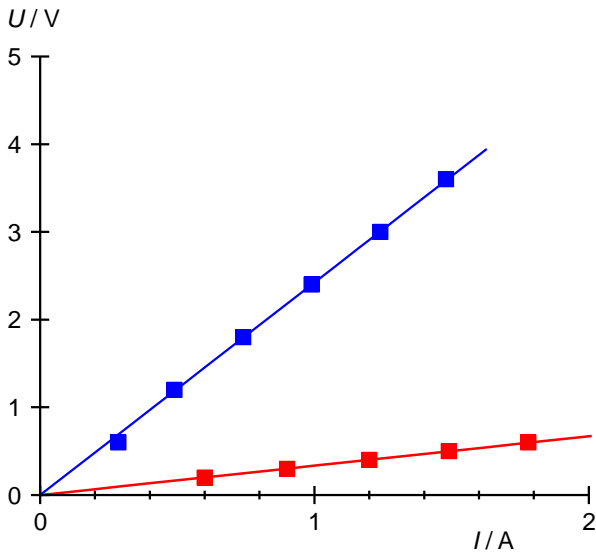
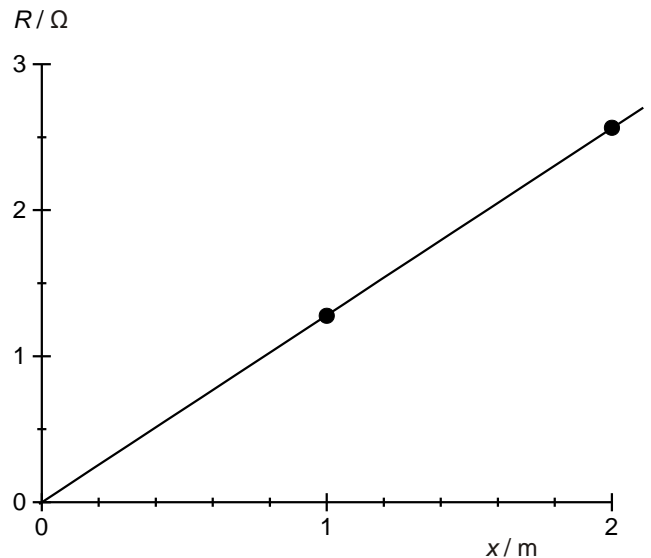

Fig. 2: *U-I*-Diagramm für Konstantandraht (blau) und Messingdraht (rot) mit Länge  $x = 1$  m und Dicke  $d = 0,5$  mm.
Fig. 4: Widerstand  $R$  als Funktion der Länge  $x$ .
- Messwerte für jeden der drei Parameter  $\rho$ ,  $x$  und  $d$  jeweils in einem  $U$ - $I$ -Diagramm darstellen (Fig. 2, 3, 5).
- An die Messpunkte  $U(I)$  jeweils Geraden anpassen, aus deren Steigungen sich gemäß (1) direkt die Ohm'schen Widerstände  $R$  ergeben (Tab. 4, 6, 7).
- Im Fall unterschiedlicher Drahtmaterialien gemäß (2) mit Hilfe der bekannten Werte für die Länge  $x$  und die Dicke  $d$  den Wert für den spezifischen Widerstand  $\rho$  direkt berechnen (Tab. 5).
- Im Fall unterschiedlicher Drahtlängen und -dicken bzw. -querschnittsflächen jeweils die Werte für die Ohm'schen Widerstände gegen die Länge  $x$  bzw. den Kehrwert der Querschnittsfläche  $A$  auftragen, jeweils eine Gerade anpassen (Fig. 4, 6) und aus deren Steigung gemäß (2) mit Hilfe der bekannten Werte für die Dicke  $d$  bzw. die Länge  $x$  den spezifischen Widerstand  $\rho$  bestimmen.
Tab. 4: Ohm'scher Widerstand für einen Konstantandraht und einen Messingdraht mit Länge  $x = 1$  m und Dicke  $d = 0,5$  mm, bestimmt aus der Steigung der an die Messpunkte in Fig. 2 angepassten Geraden.